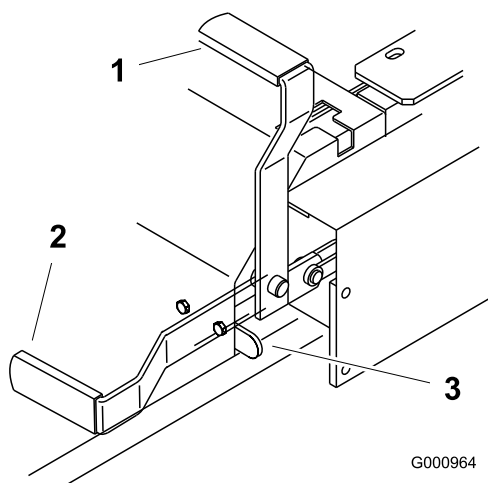

Figure 12
2. Tirez le frein de stationnement vers le haut et l'arrière pour le serrer (Figure 12). Une fois serré, le frein de stationnement ne doit plus bouger.
Poussez le levier du frein de stationnement vers l'avant et vers le bas (Figure 12) pour le desserrer. Le frein de stationnement est desserré et le levier est en appui contre la butée du frein.